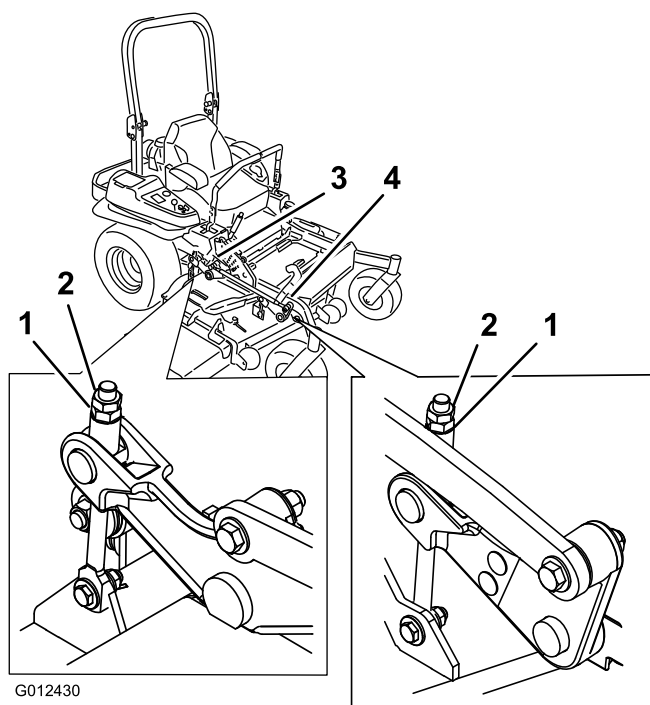

**Figura 85**
9. Su ambo i lati del piatto di taglio, misurate dalla superficie piana all'estremità anteriore della lama (posizione A). La misura deve essere di 7,6 cm (Figura 85).
15. Su ambo i lati del piatto di taglio, misurate dalla superficie piana all'estremità posteriore della lama (posizione B). La misura deve essere di 8,3 cm (Figura 85).